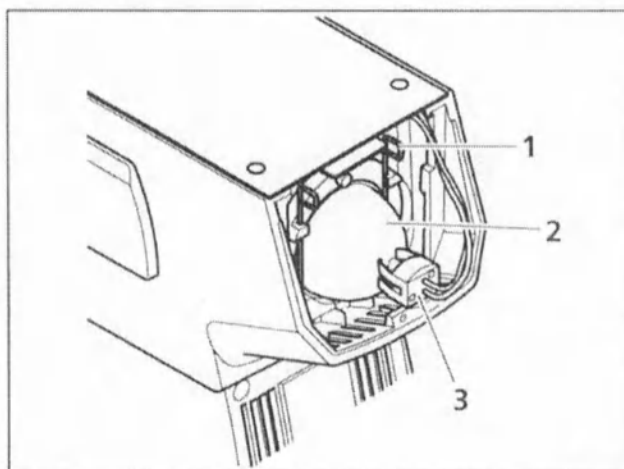

Рисунок 3-22. Установка 12В 50Вт галогенной лампы
- Поставьте галогенную лампу (рисунок 3-22/2) на контактную поверхность держателя лампы (лампа будет удерживаться в канавке).
- Нажмите зажимную скобу (рисунок 3-22/1) по обоим концам держателя лампы и поверните вверх, чтобы зажимная скоба находилась напротив галогенной лампы. Медленно отпустите зажимную скобу так, чтобы она открылась и вошла в сцепление в удерживающих элементах справа и слева.
- Проверьте, чтобы галогенная лампа была правильно установлена, и вставьте патрон (рисунок 3-22/3) на шипы. Убедитесь, чтобы он правильно был подсоединен, чтобы избежать искривления шипов.